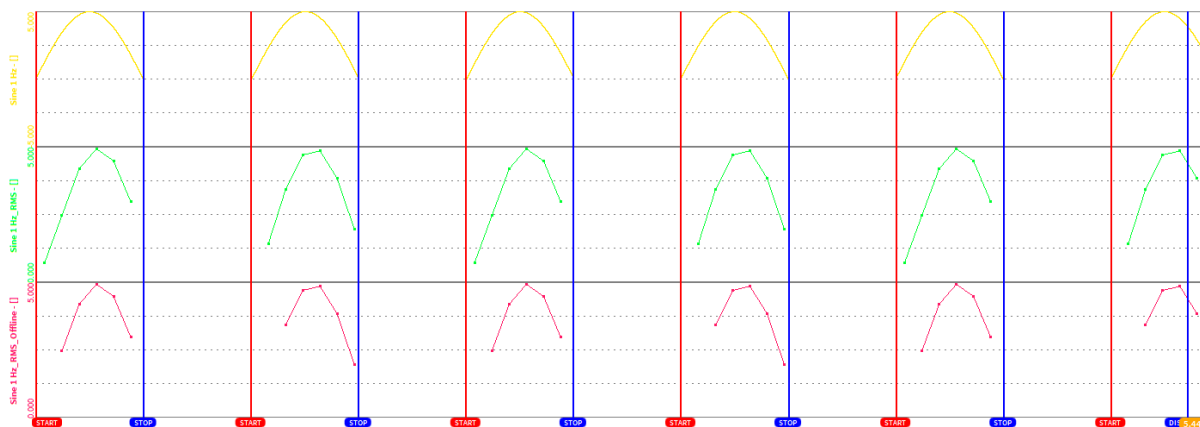

Abb. 7.178: Abweichung zwischen offline und online berechneten Statistikkanälen im Fall einer ereignisgesteuerten Aufzeichnung
- Bitte beachten Sie, dass ein offline erstellter Statistik-Kanal sich von einem online Statistik-Kanal unterscheidet, z.B. am Anfang der Datei oder im Fall von ereignisgesteuerten Aufzeichnungen (siehe *Triggerereignisse*). Im Beispiel, dargestellt in *Abb. 7.178*, ist der grüne Kanal ein online berechneter Statistik-Kanal, angewendet auf den gelben Analogkanal, und der rote Kanal ist ein offline berechneter Statistik-Kanal, auch angewendet auf den gelben Analogkanal, mit denselben Einstellungen. Die Abweichung zwischen dem grünen und roten Kanal entsteht aufgrund der Verfügbarkeit der vollen analogen Daten während der online Berechnung. Während der offline Berechnung, sind nur die ereignisgesteuerten aufgenommen Analogdaten verfügbar.